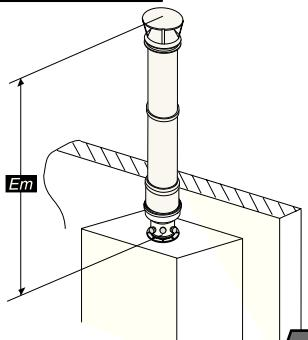

рис. 18
**Способ С32** – вертикальные трассы и их вертикальный выход в свободное пространство. Для вывода раздельного трубопровода действительно то же, что и у способа С12. Пример вертикальной трассы спаренного трубопровода - исполнение С32 (в соответствии со стандартом ЧСН ЕН 483) показан на рис. 18.